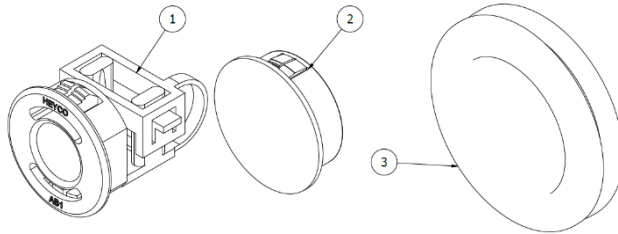

Abbildung 9: Thermino TS Wärmebatterietüllen und Rohranschlüsse
- Entfernen Sie die entsprechenden Gummitüllen (Punkt 3 – Abbildung 9) im Außengehäuse und schneiden Sie sie mit einem Messer jeweils in der Mitte kreuzweise ein. Setzen Sie die eingeschnittenen Tüllen wieder ein. Schneiden Sie die Tüllen nicht im Gerät, da dies das VIP beschädigen kann.
- Wechseln Sie die Kabelzugentlastungen (1) an die Seite, an der Sie die Ein- und Ausgänge anbringen möchten. Decken Sie alle anderen Löcher im Gehäuse mit den mitgelieferten Blindbuchsen ab (siehe Abbildung 9).